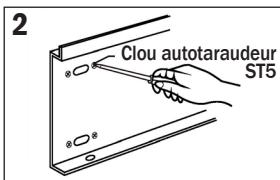

Figure 2
2. Lors de l'installation sur un mur mou tel qu'une planche de bois, utilisez le clou autotaraudeur ST5 pour fixer le panneau d'installation sur le mur, comme illustré à la figure 2.